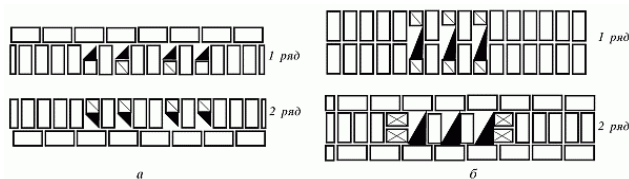

Рис. 13. Каналы в стенах толщиной: а – 1 1/2 кирпича; б – 2 кирпича
*Кладка стен с каналами.* При кладке стен приходится одновременно устраивать в них газоходы, вентиляционные и другие каналы. Их размещают, как правило, во внутренних стенах здания: в стенах толщиной 38 см – в один ряд, а в стенах толщиной 64 см – в два ряда. Сечение каналов обычно бывает 140 х 140 мм (1/4 х 1/4 кирпича), а дымовых каналов больших печей и плит – 270 х 140 мм (172 х 72 кирпича) или 270 х 270 мм (1 х 1 кирпич). Газовые и вентиляционные каналы в стенах из кирпича, полнотелых и пустотелых бетонных камней выкладывают из керамического полнотелого кирпича с соответствующей перевязкой кладки канала с кладкой стены (рис. 13 а, б). Толщина стенок каналов должна быть не менее полкирпича; толщина перегородок (рассечек) между ними – не менее четверти кирпича. Каналы делают вертикальными. Допускаются отводы каналов на расстояние не более 1 м и под углом не менее 60° к горизонту. Сечение канала на участке увода, измеряемое перпендикулярно к оси канала, должно быть одинаково с сечением вертикального канала. Кладку наклонных участков выполняют из отесанных под определенным углом кирпичей, остальных участков – из целых кирпичей.